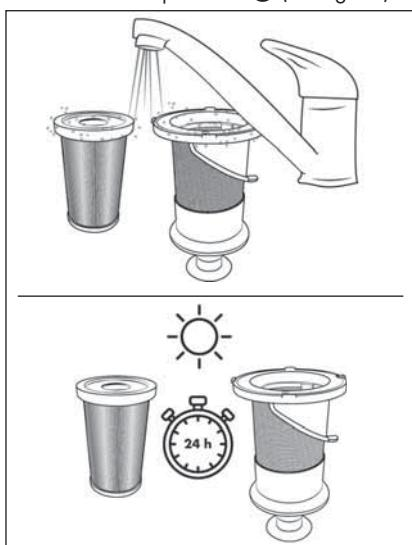

Fig. 22
- 5) Rincez le filtre EPA 5 et le filtre en acier inoxydable 6 sous l'eau froide ou tiède. Laissez le filtre EPA 5 et le filtre en acier inoxydable 6 sécher complètement à l'air avant de les replacer dans le bac à poussière 7 (voir fig. 22).